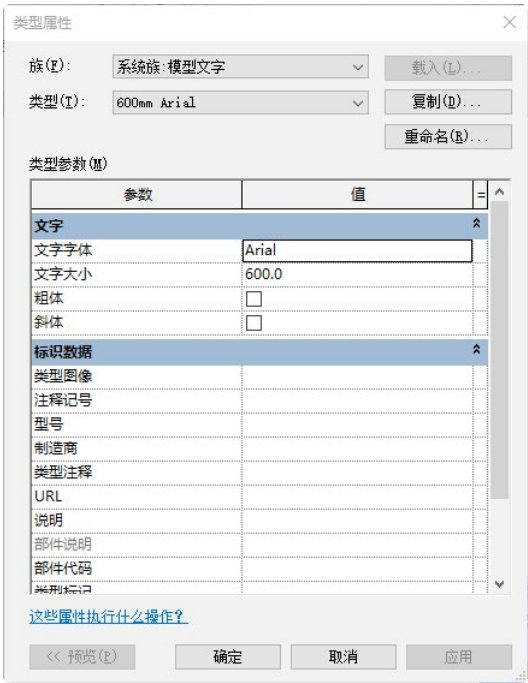
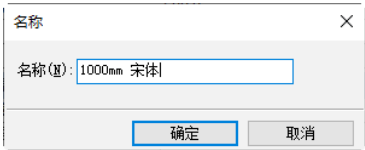
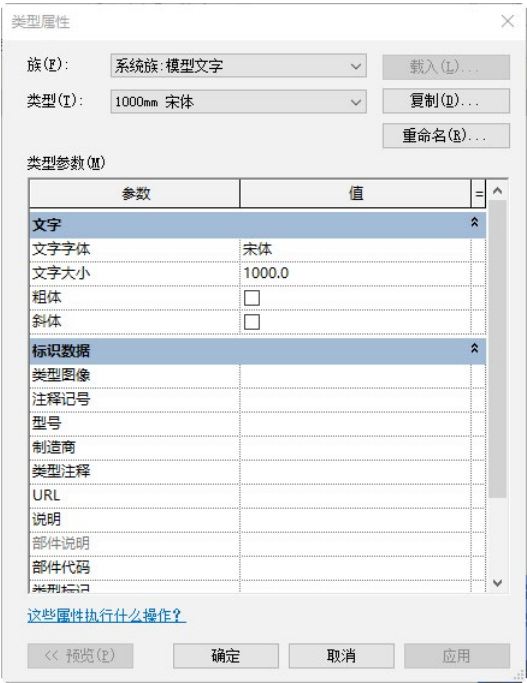

图 2-20 “类型属性”对话框
图 2-21 输入新名称
图 2-22 文字属性
(2) 单击“属性”选项板中的“编辑类型”按钮 ，打开如图 2-20 所示的“类型属性”对话框，单击“复制”按钮，打开“名称”对话框，输入“名称”为“1000 mm 宋体”，如图 2-21 所示，单击“确定”按钮，返回“类型属性”对话框，在“文字字体”下拉列表中选择“宋体”，更改“文字大小”为“1000”，如图 2-22 所示，单击“确定”按钮，完成文字字体和大小的更改，如图 2-23 所示。